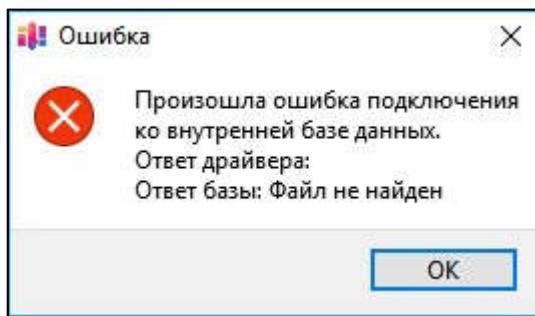

Рисунок 14.1 – Сообщение об ошибке
- 1) Если при запуске «Astrosoft.exe» появляется такое сообщение об ошибке (см. рисунок 14.1):